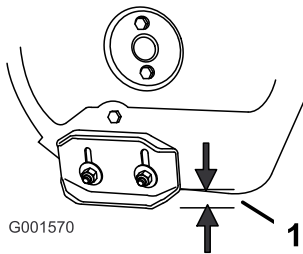

Bild 43
- Lösen Sie die Muttern, mit denen beide Kufen an den Seitenplatten des Räumwerks befestigt sind, bis sich die Kufen leicht nach oben und unten verschieben lassen (Bild 43).